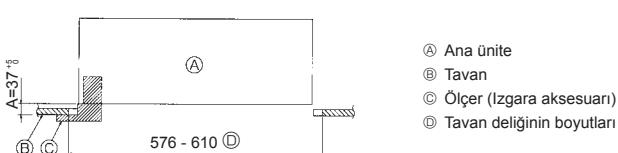

Fig. 4-6
- Ana ünite tavandaki montaj deliğiyle hizalanamıyorsa, montaj levhasındaki bir yarık vasıtasiyla ayarlanabilir. (Fig. 4-6)